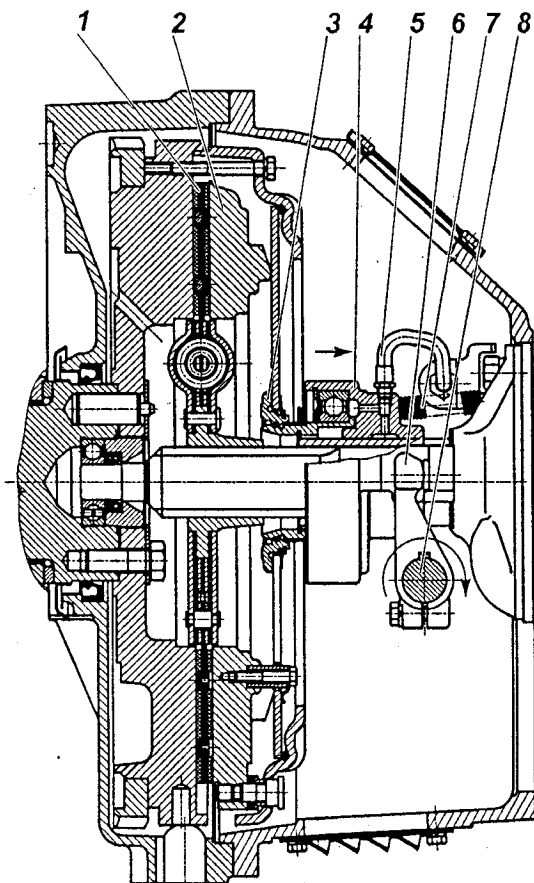
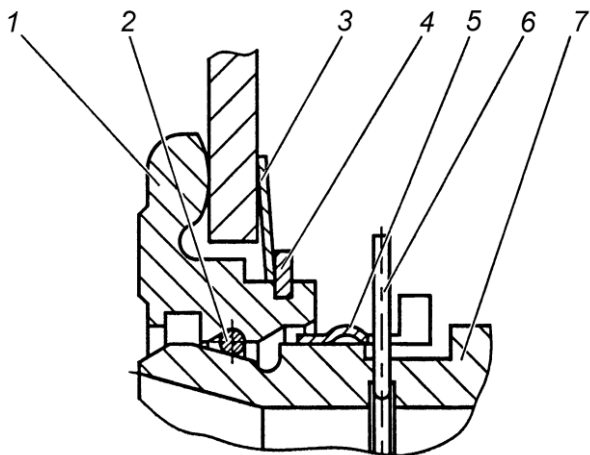

Рис. 106. Сцепление модели ЯМЗ-182:
Рис. 108. Запорное устройство:
Диафрагменное сцепление модели 182 (рис. 106) состоит из ведущих и ведомых частей, а также деталей механизма выключения сцепления, устанавливаемых в картер сцепления.
Механизм выключения сцепления состоит из муфты 4 (рис. 106) с подшипником, вилки 6 и валика 8. Муфта соединена через упорное кольцо 3 с диафрагменной пружиной с помощью запорного устройства.
Оттяжная пружина 7 (рис.106) исключает проворот и осевые перемещения втулки 7 (рис. 108) относительно упорного кольца 1 (рис. 108). По мере износа фрикционных накладок муфта выключения сцепления 4 (рис. 106) перемещается вместе с пружиной в сторону маховика, при этом конструкция привода выключения сцепления автомобиля или другого транспортного средства обеспечивает поворот вилки 6 (рис. 106) по часовой стрелке после выбора зазора между лапками вилки и муфтой за счет периодической регулировки привода или постепенный поворот за счет конструкции гидропривода.
Конструкция запорного устройства показана на рис.108. Она включает в себя упорное кольцо 1, втулку подшипника муфты 7 с фасонной канавкой, пружинное кольцо 2 круглого сечения, а также замковое кольцо 5. Упорное кольцо 1 устанавливается на диафрагменную пружину при сборке нажимного диска с кожухом и удерживается за счет пружинной шайбы 3 и стопорного кольца 4. На рисунке муфта заперта (соединена) с упорным кольцом. Внутри втулки подшипника муфты 7 установлено предохранительное кольцо 6, имеющее снаружи выступающий ус, препятствующий случайному рассоединению муфты выключения сцепления и упорного кольца 1.
Выключение сцепления обеспечивается поворотом вала по часовой стрелке. Допустимое направление перемещения муфты и поворота вала для выключения сцепления показано на рис. 106 стрелками. Перемещение муфты и поворот вала в обратном направлении не допустимо.
- 5 С помощью специальной оправки сцентрировать кольцо 3 (рис. 106) относительно оси коленчатого вала двигателя.
- 2 Убедиться что муфта выключения сцепления отведена до упора в крышку подшипника первичного вала коробки передач пружиной 7 рис. 106.
Проверка качества установки сцепления (отсутствие "ведения", контроль величины крутящего момента на валу вилки) осуществляется на неработающем двигателе. Для этого необходимо повернуть вал вилки на угол  $9^{\circ}30'$ ... $11^{\circ}$  по часовой стрелке, что соответствует перемещению муфты на 11...13 мм от двигателя. При этом выходной вал коробки передач, при включенной передаче, должен вращаться при приложении крутящего момента не более 5 Н·м (0,5 кгс·м). Поворот вала вилки выключения сцепления по часовой стрелке показан на рис. 106.
- 4 Совместить полукруглый паз на муфте выключения сцепления в передней ее части с выступающим усом предохранительного кольца 6 (рис. 108) и, утопив его каким-либо предметом, удерживать в утопленном положении через центральное отверстие муфты выключения сцепления.